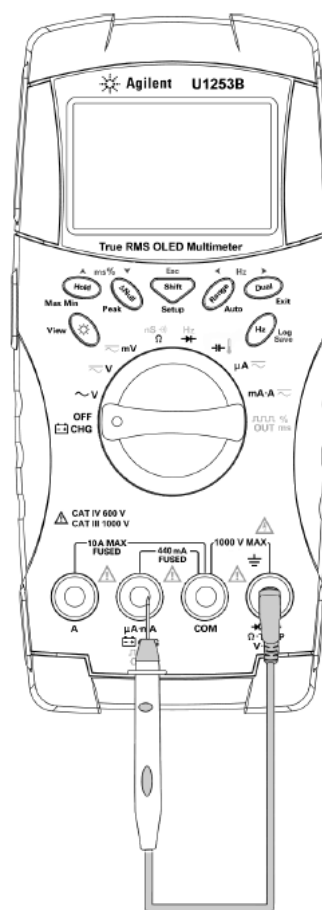

Figura 5-8 Procedimento de verificação do fusível
- 3 Para testar o Fusível 1, coloque a ponta de prova na metade direita do terminal de entrada . Verifique se a ponta de prova está fazendo contato com o metal no interior do terminal de entrada, conforme mostra a Figura 5-8.